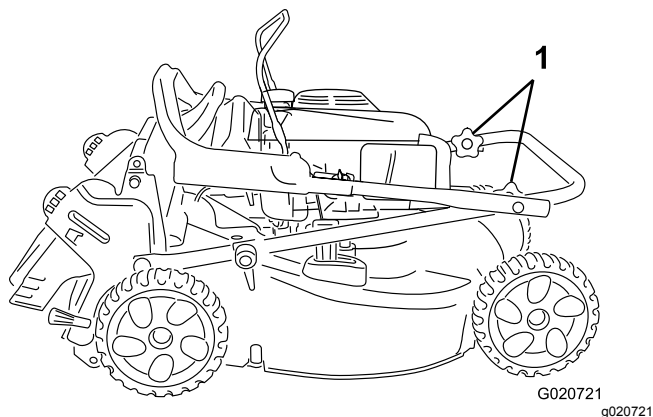

Figura 4
1. Afloje los pomos del manillar (Figura 4).